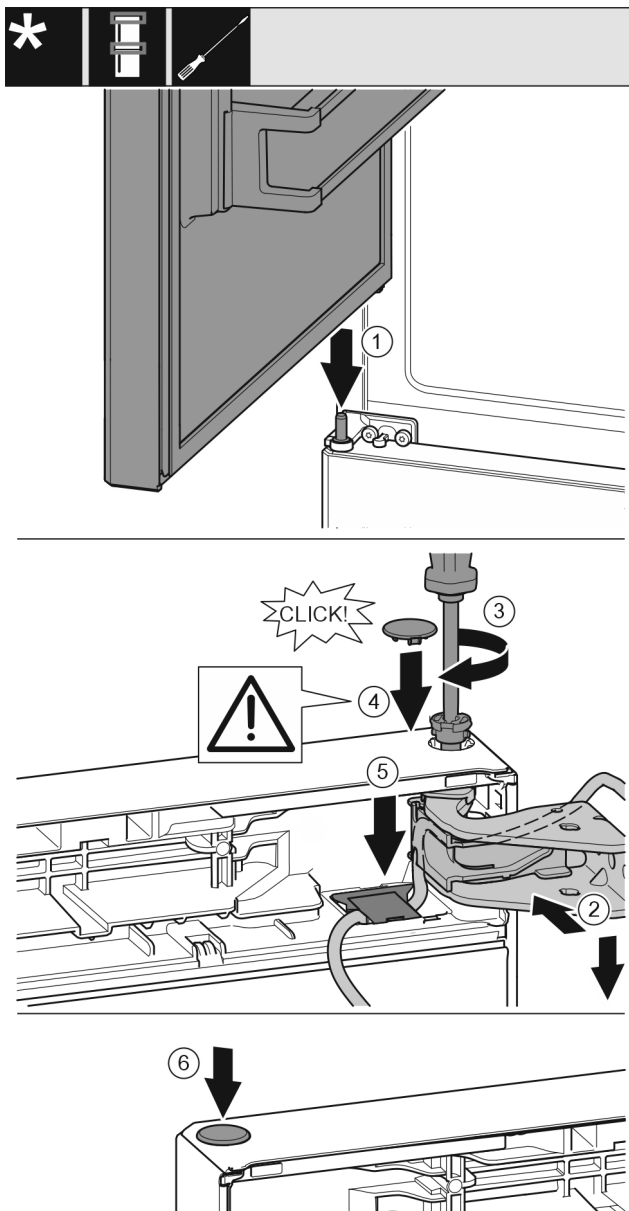

Fig. 42
- Sett øvre dør inn på midtre lagerbolt. Fig. 42 (1)
- Rett ut døren øverst mot åpningen i lagerbukken. Fig. 42 (2)
- Sett inn bolten, og skru den fast med skrutrekker T15. Fig. 42 (3)
- Montere sikringsdekselet for å sikre døren: Sett inn sikringsdekselet, og kontroller at det ligger på døren. Ellers settes bolten helt inn. Fig. 42 (4)
- Sett inn deksel og trykk ned inntil det hektes inn. Fig. 42 (5)
- Sett inn proppen. Fig. 42 (6)